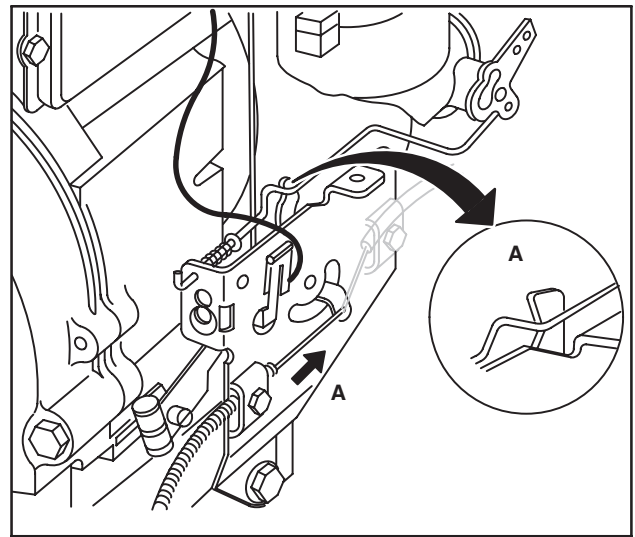

Fig. 69
Régler la tringle et le câble du Choke-A-Matic® comme indiqué (A), pour augmenter la vitesse, Fig. 69.